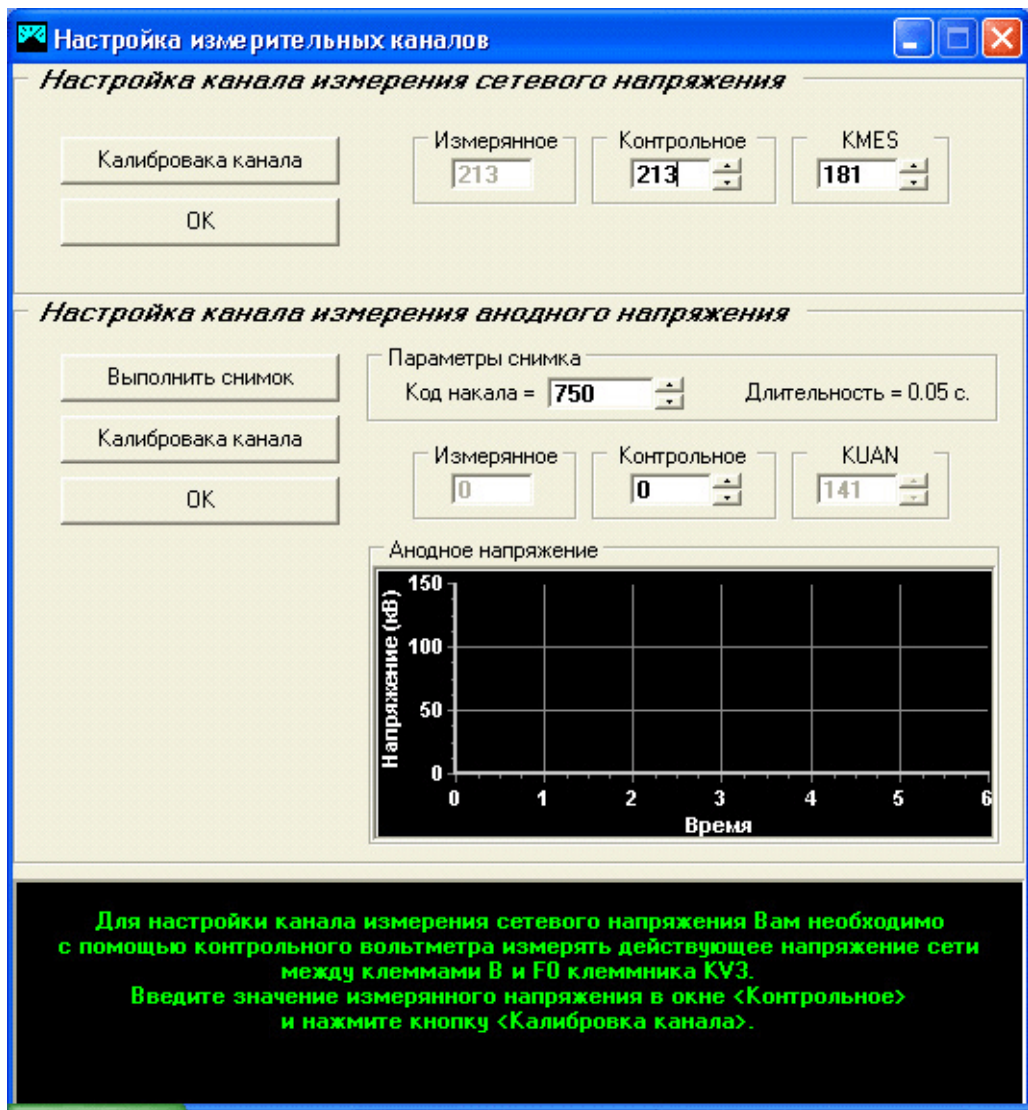

Рис. 10 Внешний вид окна «Настройка измерительных каналов»
11.2. Процедура калибровки измерительных каналов позволяет определить значения этих коэффициентов и сохранить их в энергонезависимую память. Для запуска процедуры необходимо нажать кнопку «Настроить измерительные каналы» на главной панели программы *FMaster*. В левой части экрана монитора при этом открывается окно «Настройка измерительных каналов», внешний вид которого приведен на рис. 10.